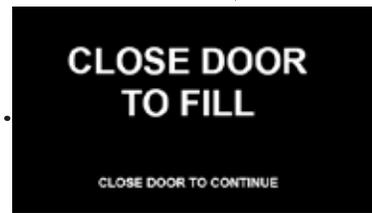

Fig. 52 - Close door to fill
8. Close door to fill, Fig. 52.